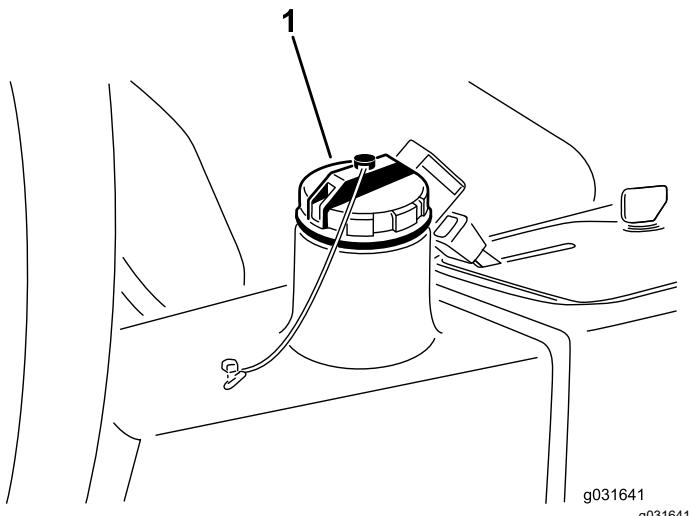

Figure 66
4. Versez environ 13,2 litres de liquide hydraulique dans le réservoir (Figure 66) ; voir Liquides hydrauliques spécifiés \(page 59\) et Contrôle du niveau de liquide hydraulique \(page 59\).